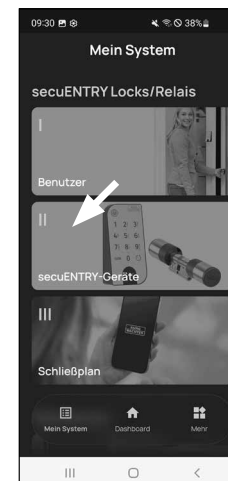

Fig. 1
- Pulse en el segundo apartado del menú «II - Equipos secuENTRY» (Fig. 1).